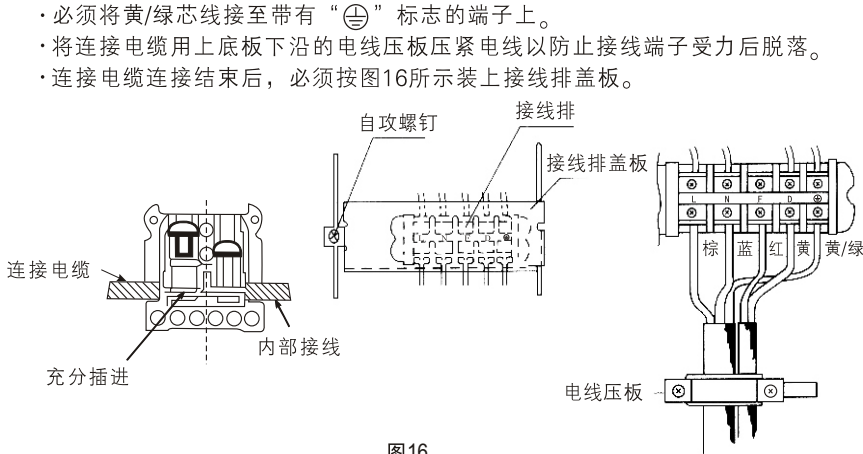
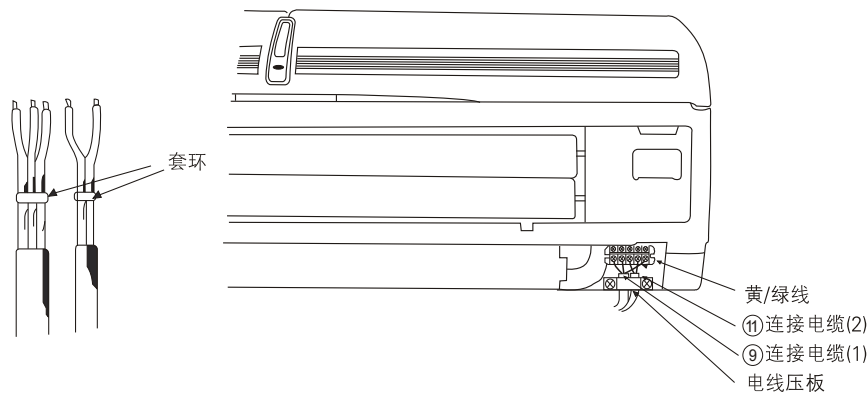

图16
图15
(2) 电线连接顺序
- 分别按不同的线色充分插入相应规定的端子孔内并牢牢固定，如图15及图16所示。